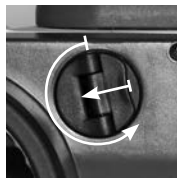

Abb. 1
1. Öffnen Sie die Verschlusschraube am Batteriefach auf der unteren Seite Ihres Fernglases, indem Sie diese gegen den Uhrzeigersinn drehen (Abb. 1).